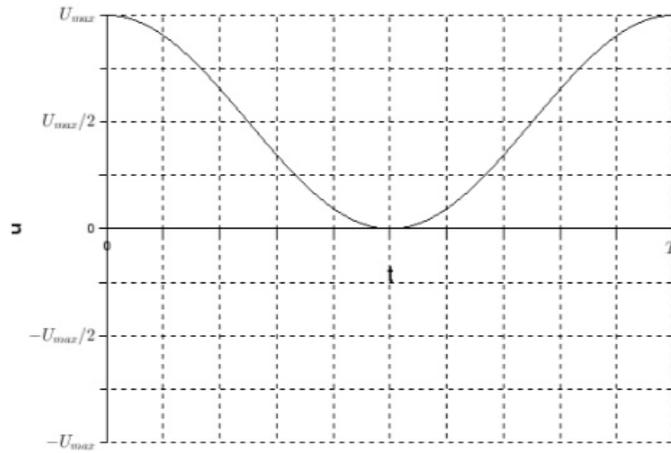

Figure C.1 : Chronogramme du signal $u_e(t)$ sur une période.
6.c On a représenté en annexe (à rendre avec la copie) le signal $u_e(t)$ (Figure C.1) sur une période. Représenter sur le même graphique les signaux $u_{scie}(t)$ et $u_{mod}(t)$. On note V_{sat} la tension de saturation positive de l'ALI. On prendra pour le tracé graphique $V_{sat} = U_{max}/2$.